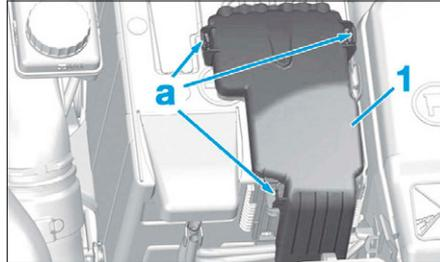

FIG. 3
- le couvercle (1) du boîtier fusibles en appuyant sur (a) (Fig.3),